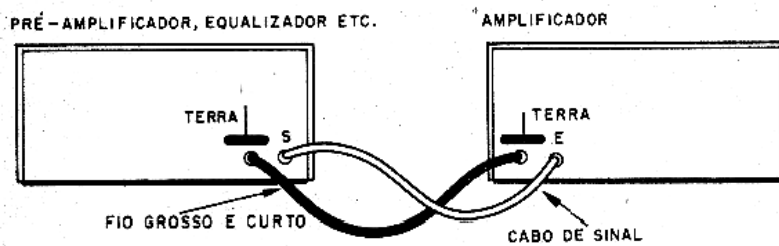

Figura 276- Interligando os terminais de terra
* Encostando a caixa de um aparelho no outro, ou ainda interligando-a por um momento por meio de um pedaço de fio, o ronco desaparece, conforme mostra a figura 276.